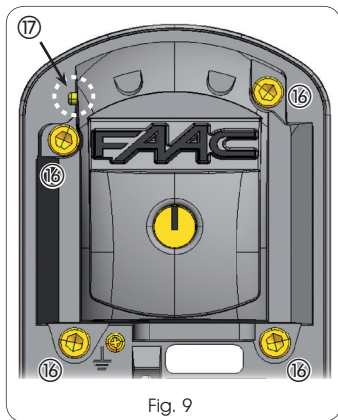

Fig. 9
13. Unire la parte frontale con la parte fissata al muro serrando le quattro viti autoforanti in Fig. 9 rif. 16;
ATTENZIONE: Controllare che la posizione C corrisponda alla scomparsa del pistoncino rif. 17 in Fig. 9 all'interno del corpo del dispositivo.
- Join the front part to the part secured to the wall, tightening the four self-forming screws as shown in Fig. 9 ref. ⑯;
IMPORTANT: Check if position C corresponds to the disappearance of the piston ref. ⑰ in Fig.9, inside the body of the device.